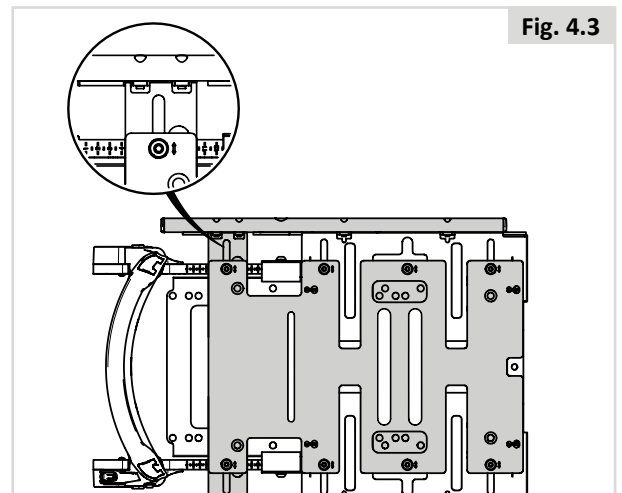

Fig. 4.3
- Positionnez la plaque de profondeur d'assise supplémentaire à partir de PS 530 mm pour obtenir une stabilité accrue du long rail d'assise (Fig. 4.3).